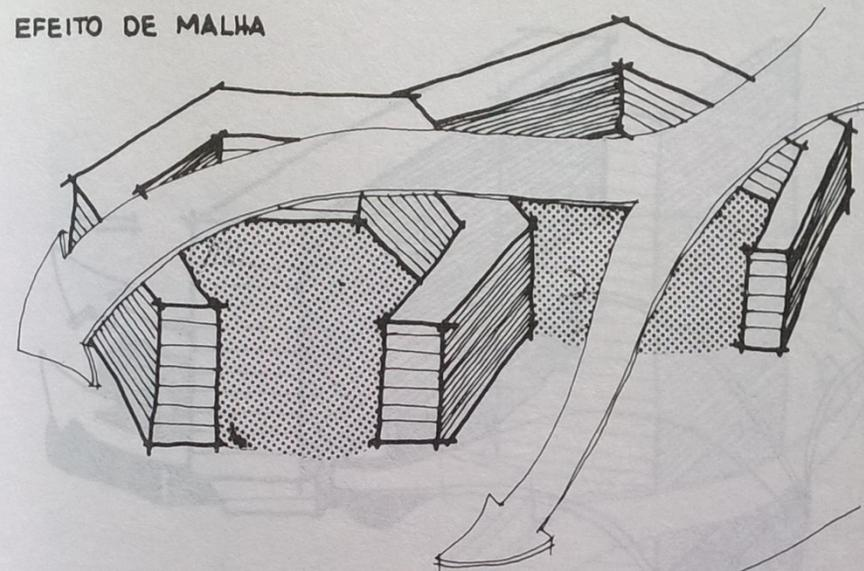

Figura 1
- **Figura 1** - O efeito dos edifícios em malha é o de proteger o espaço formado por eles.